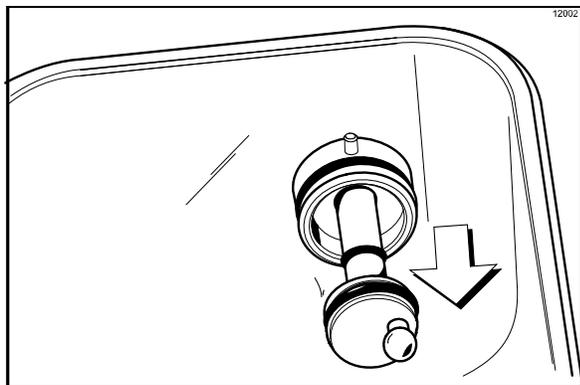

図103
10. ホッパー後部のドライブハブからポンプドライブシャフトを抜き取ります(図103を参照)。